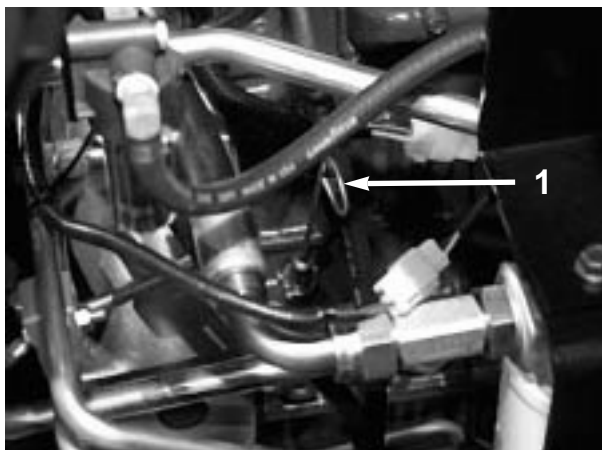

図13
2. ディップスティック（図13）を抜き、ウェスで拭いてもう一度差し込んで引き抜き、油量を点検する。FULLマークまでであれば適正。